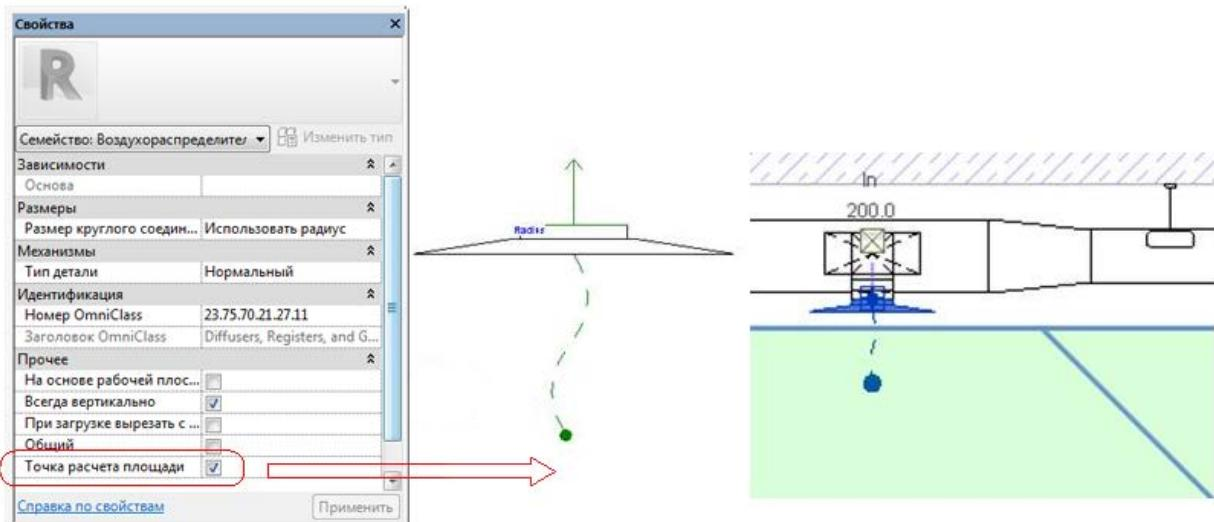

Рисунок 4.11. Определение положения точки расчета площиади воздухораспределителя
- измените местоположение точки расчета площиади, чтобы она находилась внутри пространства (рисунок 4.11).